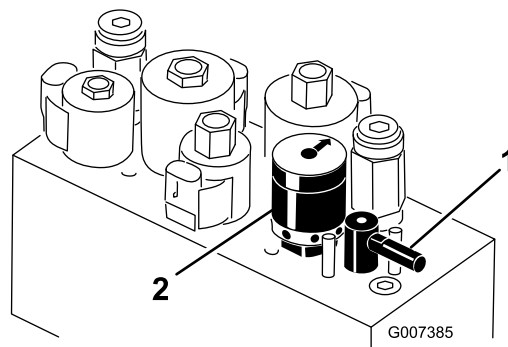

Figura 61
5. Gire la palanca de Autoafilado a la posición "R" (Figura 61).
6. Gire el control de velocidad del molinete a la posición 1 (Figura 61).